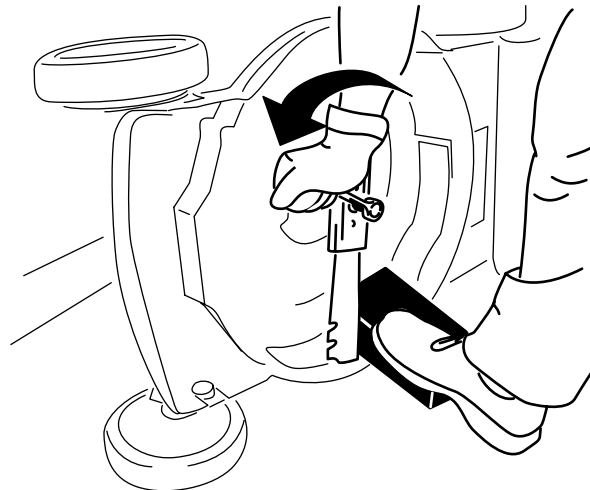

Figure 39
3. Immobilisez la lame avec un morceau de bois (Figure 39).
4. Déposez la lame mais ne jetez pas les fixations (Figure 39).